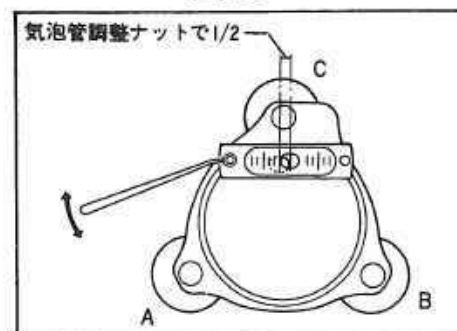

図50
- 4) 残りの $\frac{1}{2}$ を調整ピンを使って、上、下の横気泡管調整ナット⑬を回して、気泡を中央に合わせます。(図50)